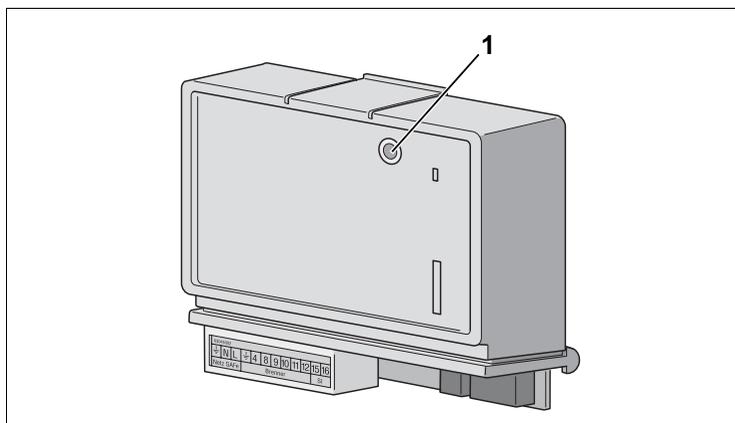

Fig. 1 Modulo bruciatore esterno BRM10
- Indicazione dello stato di esercizio del modulo bruciatore esterno BRM10 tramite un LED (fig. 1, **pos. 1**, pagina 8)